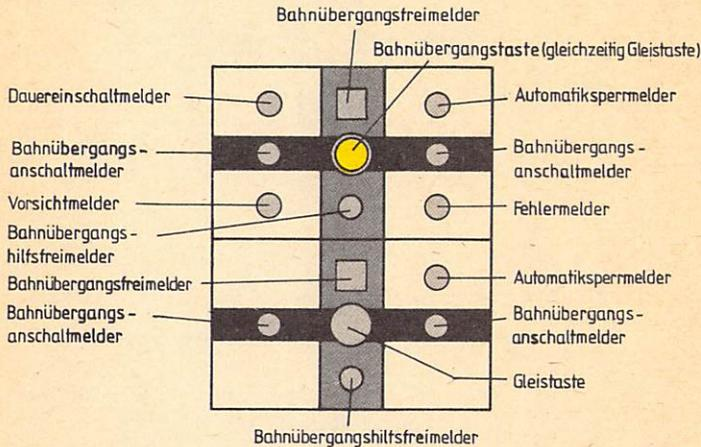

Bild 2
- (1) Die Anordnung der Tasten und Melder im Gleisbild beim Wärter zeigt Bild 2.